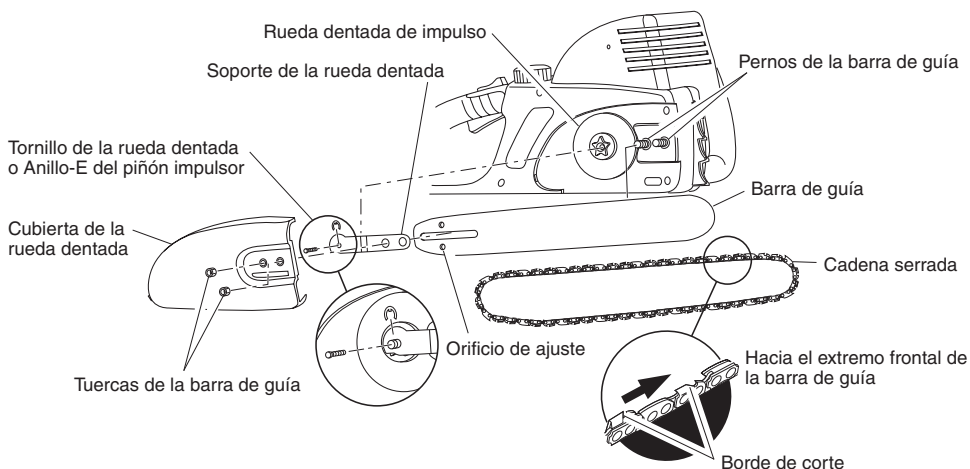

Figura 4 - Ensamblaje de la barra de guía y la cadena
3. Afloje y quite el tornillo del piñón impulsor o quite el anillo-E del eje (vea la Figura 4, página 26). Quite el soporte del piñón.
6. Coloque la cadena sobre la circunferencia de la rueda dentada, a lo largo de la ranura superior de la barra de guía y sobre el extremo de la misma. **Nota:** Asegúrese de disponer los bordes de corte de la cadena en la dirección correcta. Coloque la cadena de modo que los bordes de corte de la parte superior de la barra de guía miren hacia el extremo de la misma (vea la Figura 4 y el indicador que se encuentra en la cubierta lateral de la sierra).